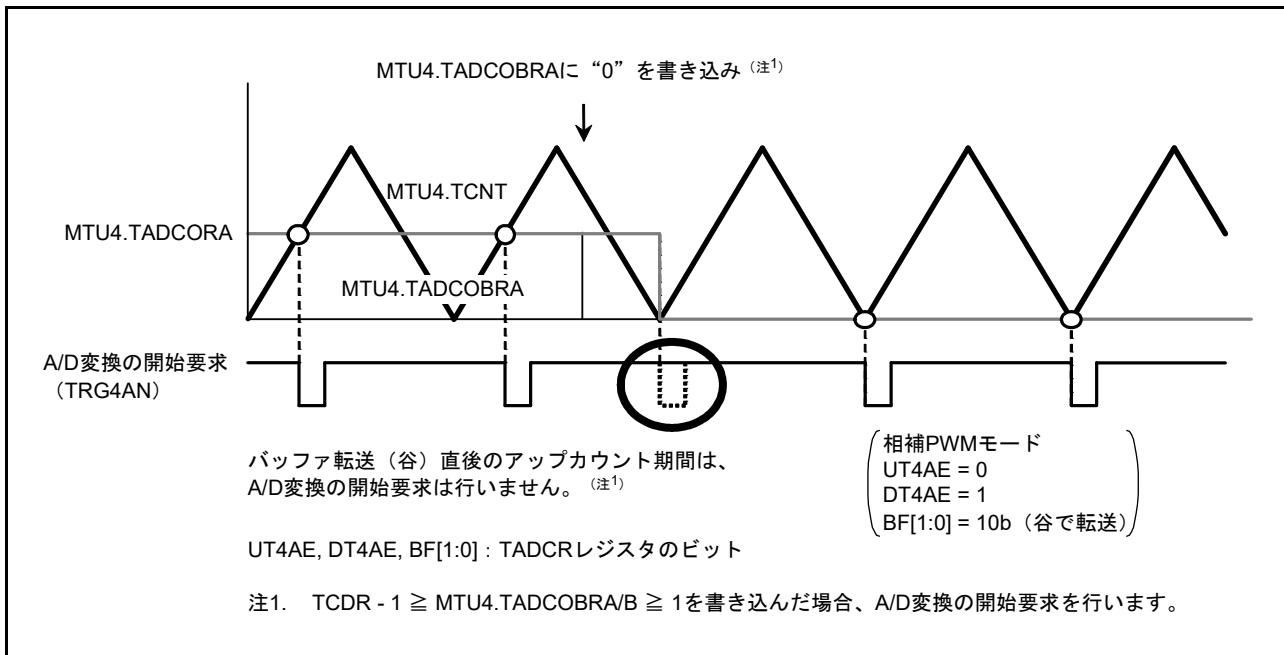

図 20.125 MTU4.TADCOBRA に “0” を書き込んだときの A/D 変換の開始要求
- MTU4.TADCOBRA, MTU4.TADCORB レジスタに “0”、かつ、MTU4.TADCR レジスタの UT4AE, UT4BE ビットに “1” を設定して、MTU4.TCNT カウンタの谷でバッファ転送したとき、転送直後のアップカウント期間については A/D 変換の開始要求を行いません（図 20.125）。